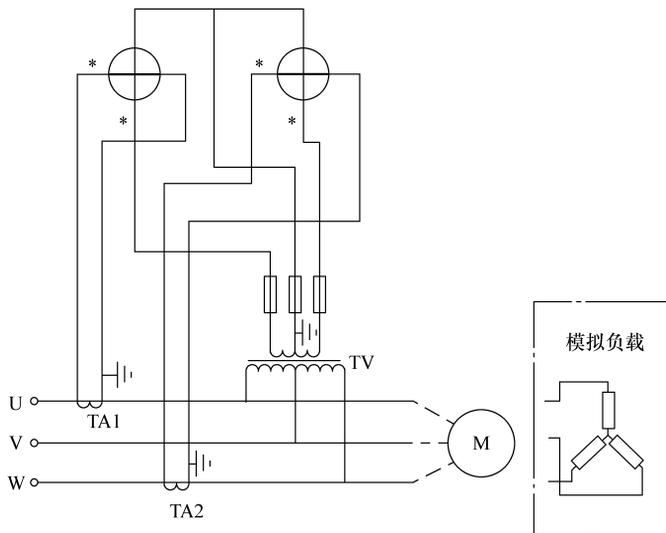

图 2-9
1. 识读带电流与电压互感器的单相有功功率测量电路(见图2-9)。